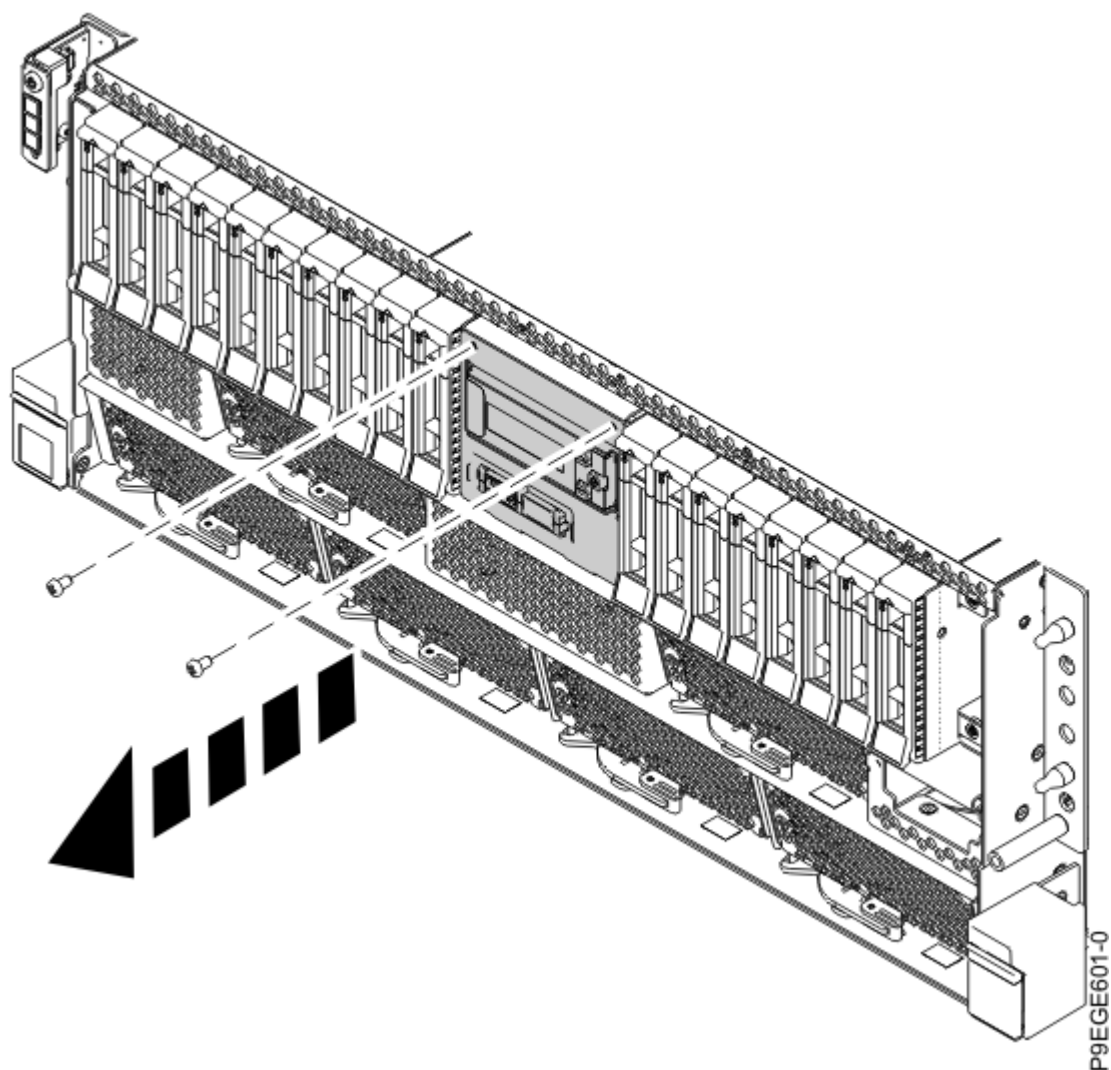

Figura 19. Com treure dos cargols del receptacle frontal USB
8. Traieu els dos cargols que fixen el receptacle del sòcol frontal USB al sistema, tal com es mostra a la Figura 19 a la pàgina 21.